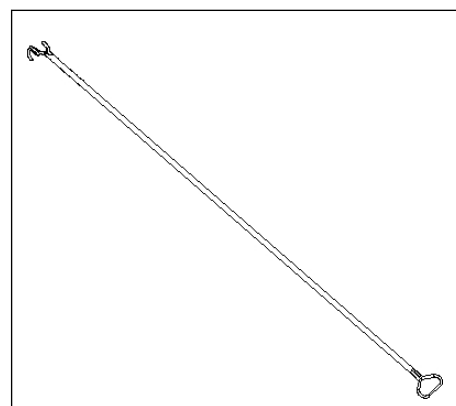

Abbildung 833: Hilfsstange (Prinzipdarstellung)
- Bolzen (2) an der Kastenspitze (1) in Raststellung bringen. Hierzu unter Zuhilfenahme der Hilfsstange (siehe Abb. 833, Seite 870) die Ringschraube (3) um 90° drehen.